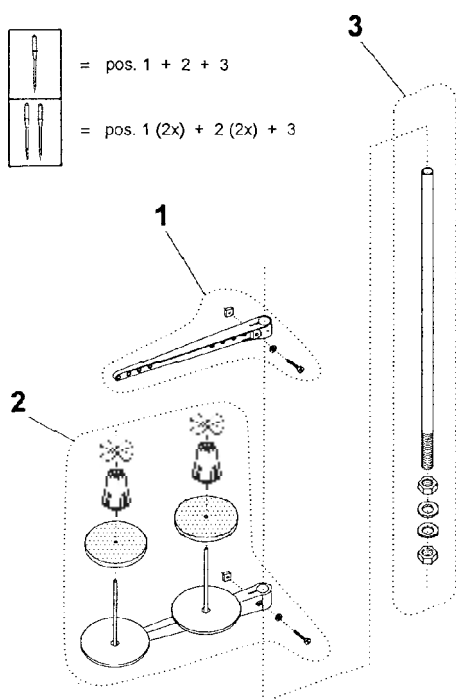

Fig. 15
10. Composition et montage du porte-bobines des fils d'aiguille (Fig. 15, 16)